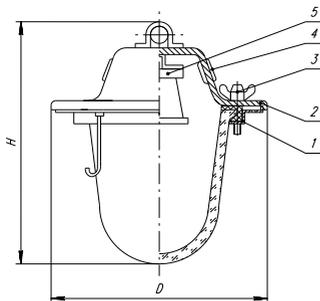
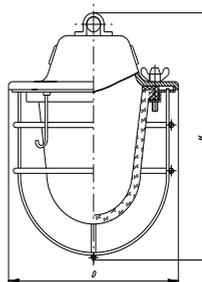

Рис.1
Рис.2
- светильник (с стеклоколпаком-исп.-001 Рис.1 и защитной сеткой-002 Рис.2)